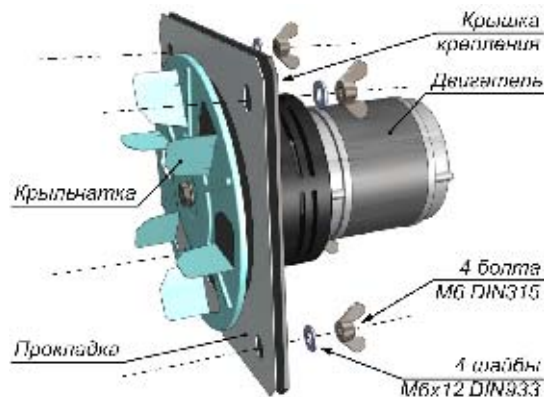

Рис. 6 Установка дымососа.
- Надеть шайбы на шпильки и закрутить барашки, так чтобы прокладка была зажата между корпусом и крышкой. (см. *рис. 6*)